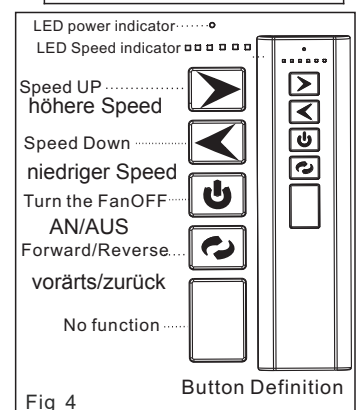

Fig 4
4. Die Tasten am Fernbedienungssender steuern die Ventilatorgeschwindigkeit und das Licht wie folgt. Abb. 4